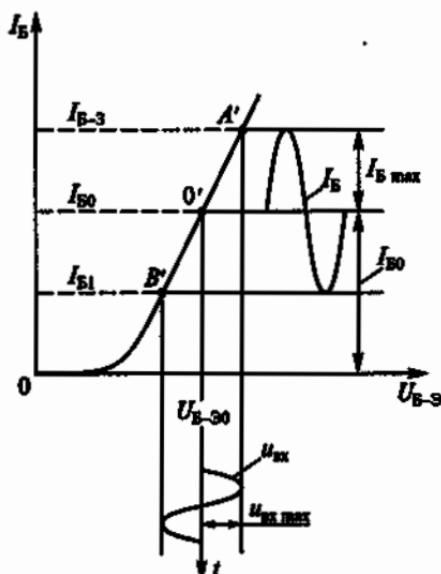

Рис. 203
8.19. Усилительный каскад с общим эмиттером работает при условии сохранения формы входного сигнала (режим А). Каким в этом случае должно быть соотношение между током покоя базы I_{B0} и амплитудой переменной составляющей тока базы $I_{B\max}$ (рис. 203)?